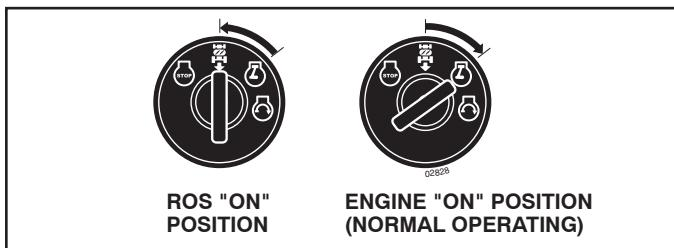

Fig. 24
## REVERSE OPERATION SYSTEM (ROS) (See Fig. 24)
**USING THE REVERSE OPERATION SYSTEM (See Fig. 24)**